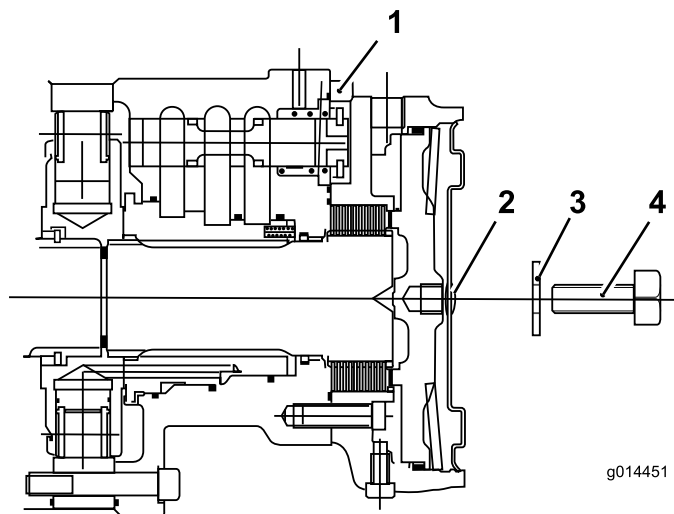

Figura 48
- Monte o tampão hexagonal na placa da extremidade do motor (Figura 48).